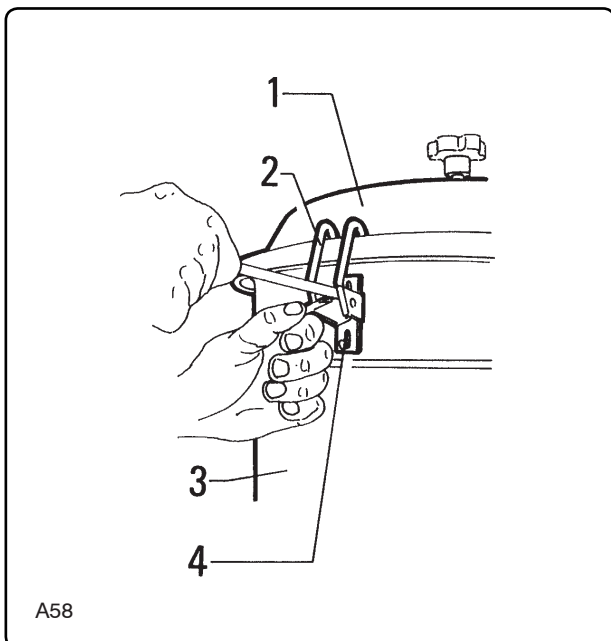

Fig. 8.5.6
8.5.5 - Verifica tenuta del coperchio (fig. 8.5.6)
8.5.5 - Checking the cover seal (fig. 8.5.6)
8.5.5 - Control hermeticidad de la tapa (fig. 8.5.6)
8.5.5 - Controleren van de deksel-selpakking (Afb. 8.5.6)